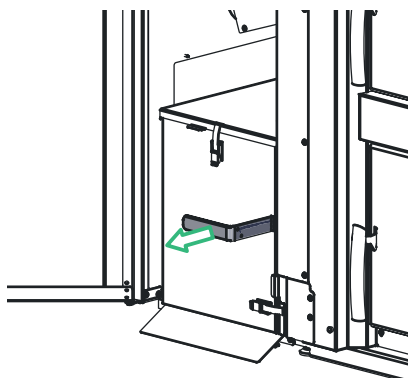

Fig. 32 Traction de la poignée
- ▶ Tirer la poignée du réservoir à cendres à fond afin d'obturer les orifices latéraux du bac à cendres – Fig. 32.